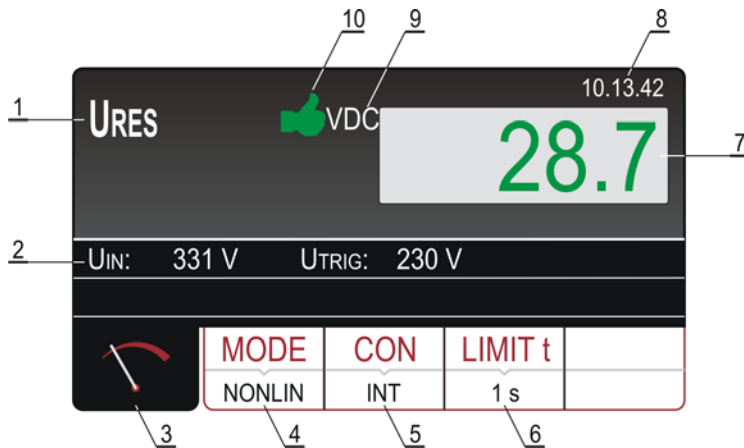
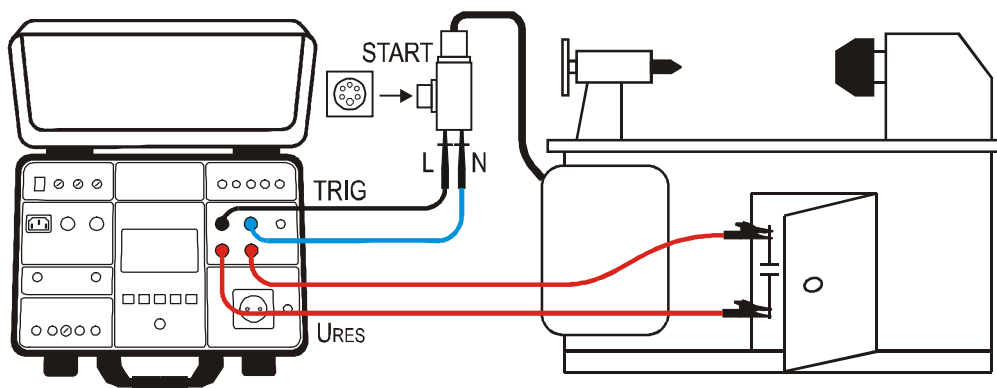

Figura 33: Ecrã dos resultados dos testes URES
Figura 34: Ligação das ponteiros de teste para medição URES INT em máquinas ligadas 1P/3P
- UUT. Desligar a UUT conforme o ilustrado na figura 33 significa desligar um adaptador de tomadas múltiplo. Desligar a UUT conforme o ilustrado na figura 34 significa desligar o interruptor de rede.